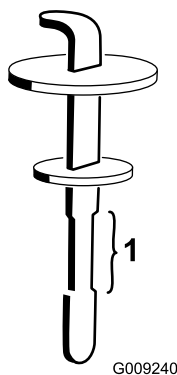

**Figure 87**
2. Du côté droit de la machine, soulevez le couvercle d'accès pour exposer le bouchon du réservoir hydraulique (Figure 87).
3. Nettoyez la surface autour du goulot et du bouchon de remplissage du réservoir hydraulique (Figure 87).